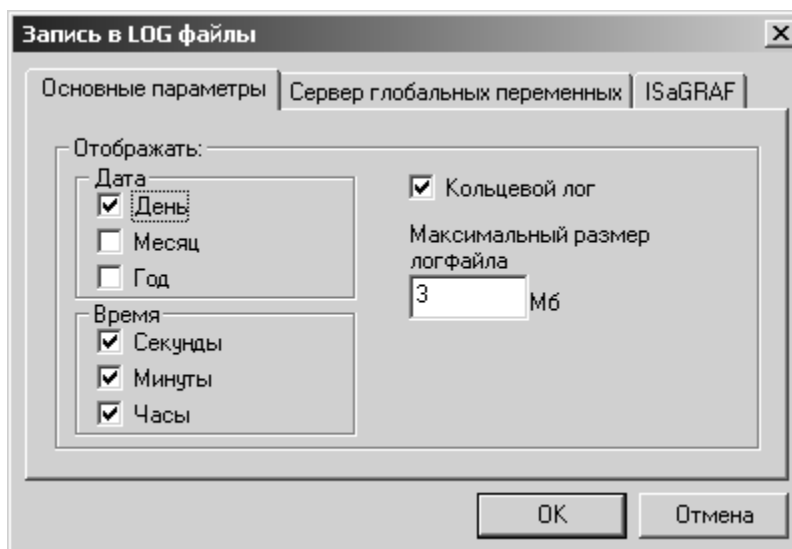
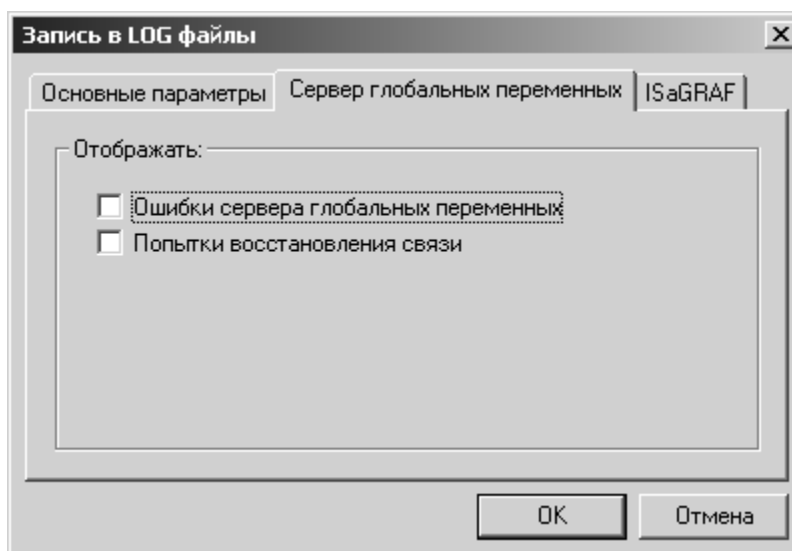
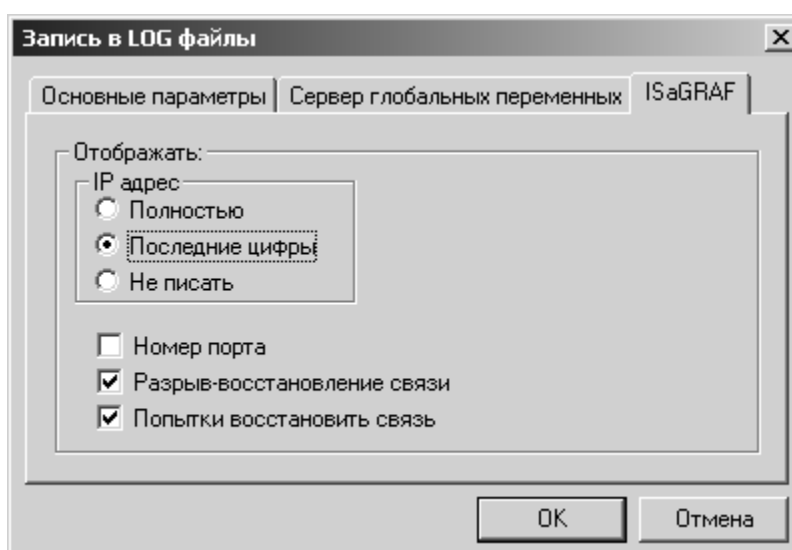

Рисунок 4.46 - Основные параметры ведения лога
Рисунок 4.47 - Параметры ведения лога сервера глобальных переменных
Рисунок 4.48 - Параметры ведения лога задачи связи с ISaGRAF
- а) выбрать пункт меню **«Параметры/Запись в LOG»**. Будет выведено окно изменения параметров ведения лог файла (Рисунок 4.46, Рисунок 4.47, Рисунок 4.48). Окно представляет собой форму с тремя закладками (основные параметры, параметры лога сервера глобальных переменных, параметры лога работы с ISaGRAF через isacom);